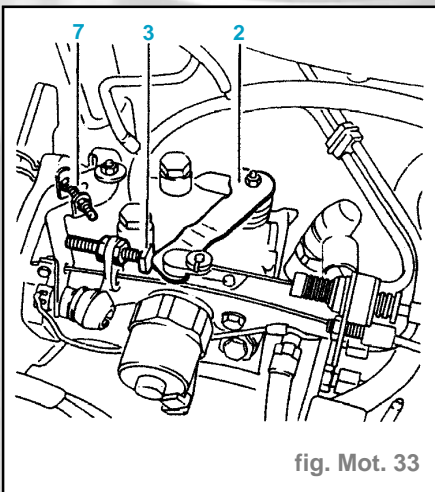

fig. Mot. 33
- Régler le régime de ralenti en agissant sur la vis de réglage du ralenti (7) (fig. Mot. 33) **800 ± 50 tr/mn.**
- Déplacer le levier de charge (2) pour obtenir un régime moteur de **3 000 tr/mn.**
- Lâcher le levier de charge (2) (fig. Mot. 33).
- Opération à effectuer : desserrer la vis (3) d'un quart de tour.
- Opération à effectuer : serrer la vis (3) d'un quart de tour.